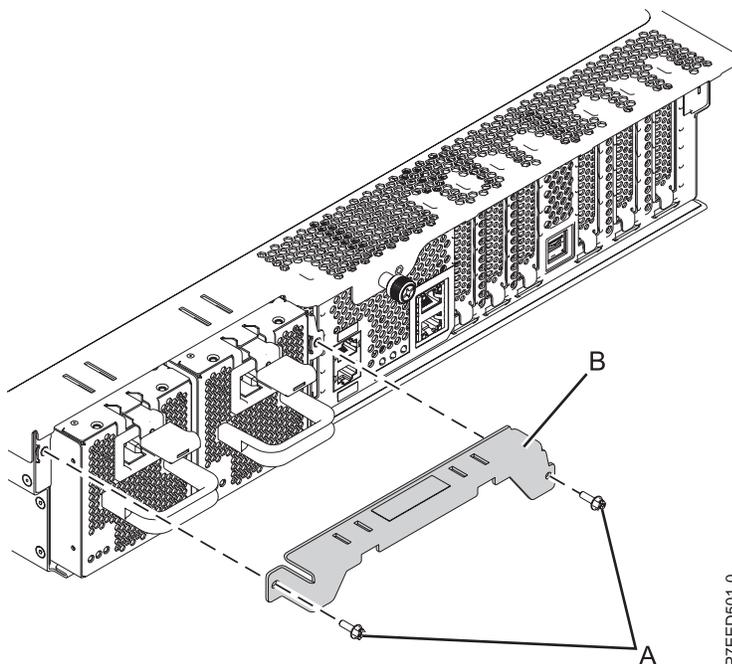

Abbildung 20. Entfernen der Transporthalterung
1. Entfernen Sie die Transporthalterung am Netzteil (falls vorhanden). Stellen Sie sicher, dass die Netzteil abgezogen und wieder angeschlossen worden sind, wie in Abb. 20 dargestellt.